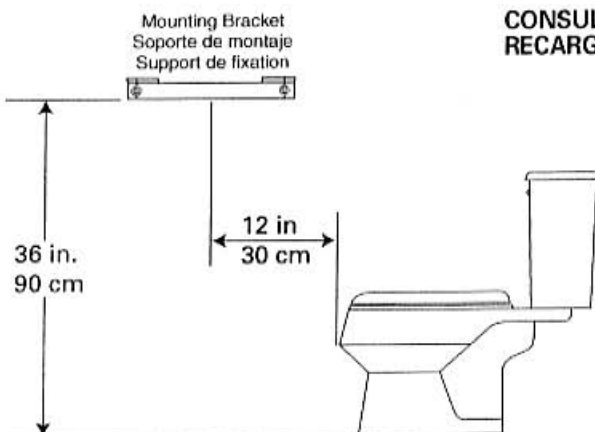

FIGURA 1
1. Busque el soporte de montaje y los tornillos en el juego de accesorios provisto. Con ayuda de un nivel, coloque el soporte a una altura aproximada de 36 pulgadas del piso y una distancia de 12 pulgadas del borde frontal del retrete al centro del soporte y úselo como plantilla para marcar las perforaciones para los tornillos. Atornille el soporte a la pared usando las marcas como guía (Figura 1).